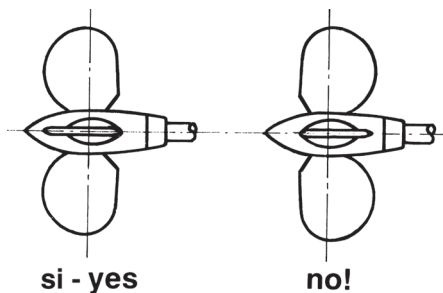

Fig. 5
- D) Orientate le pale nella loro posizione di bandiera (cioè perfettamente allineate con l'asse del corpo dell'elica), facendo attenzione che il loro profilo sia come quello mostrato in Fig.5
Move the blades into the feathered position, making sure that the rounded trailing edges of the blades are aft as shown in Fig. 5
- In posizione di bandiera le pale devono essere perfettamente allineate ed orientate come in Fig. 5
- *In the feathered position the blades must be perfectly lined up and set like Fig. 5*